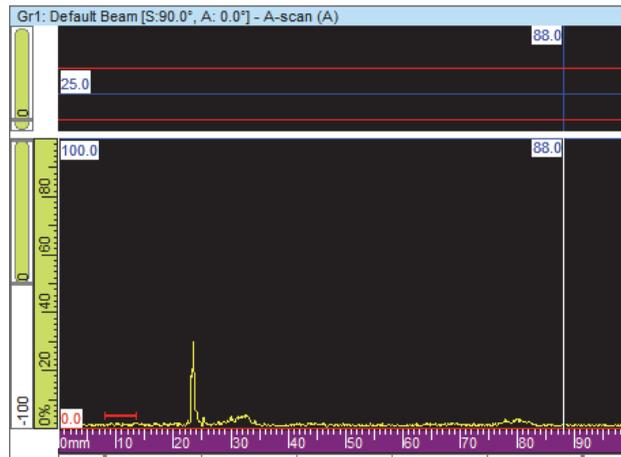

Figura 4-30 A-scan prima dell'aggiunta del primo punto TCG
5. Posizionare la sonda in modo da ottenere degli echi definiti nell'A-scan (vedi Figura 4-30 a pagina 131).